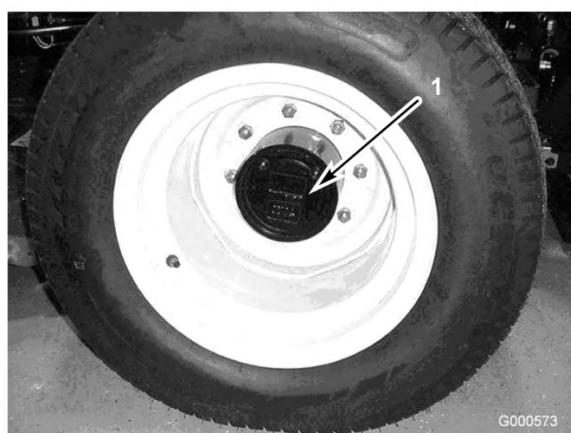

図 44
1. 平らな場所で、ホイールの点検/ドレン・プラグ (図 44) が時計の2時または10時の位置に来るよう停止させる。
2. プラネタリに付いているプラグ (図 44) を抜く。ブレーキの後側で、プラグ穴の高さまで油量があればよい。